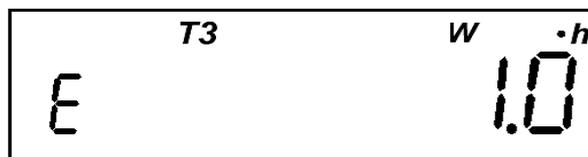

Рисунок 4.10
- количество потребленной активной энергии в текущем интервале усреднения (отображаются мнемоникой "**W·h**") (пример - см. рис. 4.10);